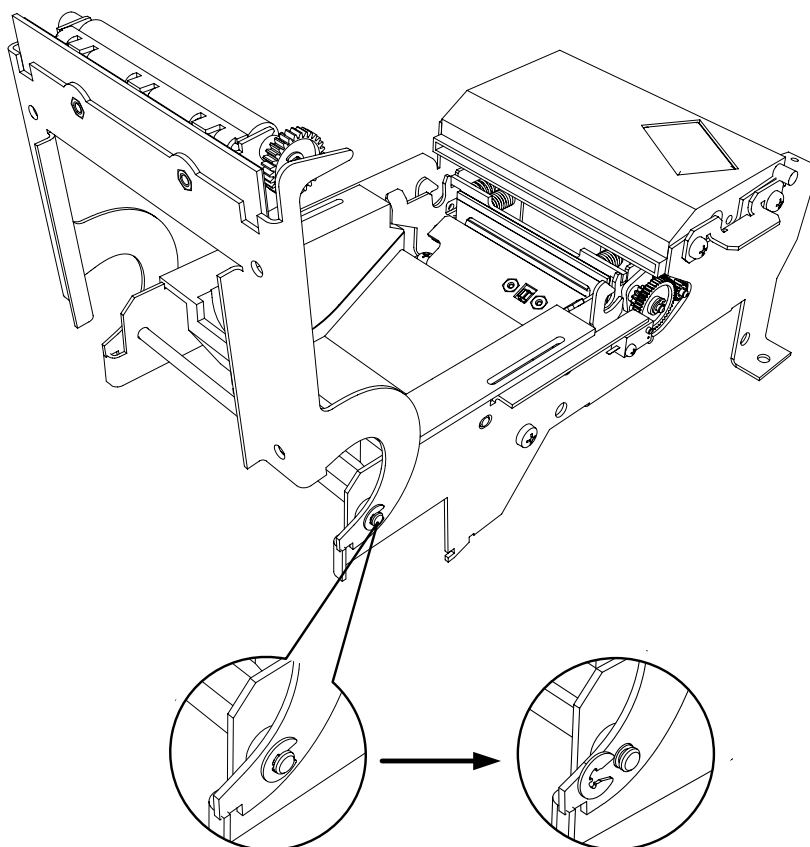

Рисунок 10. – Стопорные шайбы крепления оси.
2. Отсоединение системной платы от консоли (см. рисунок 10);
1. снимите стопорные шайбы с оси (см. рисунок 10);